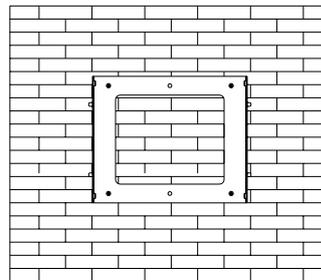

Figura 2
- C) Usando il telaio di montaggio come modello, praticare 4 fori come illustrato nella figura 2.